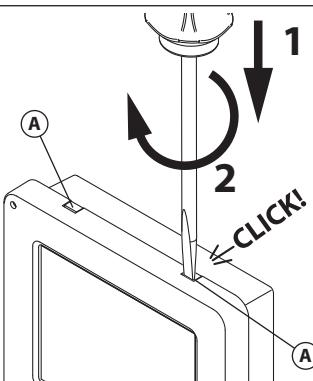

Fig. 3
1. Per installare il videocitofono è necessario aprirlo separando la base dal coperchio che ospita tutta l'elettronica dello stesso: inserire la punta di un giravite piatto da 5,5mm nella clip **A** dopodiché ruotare in senso orario fino a che non si udirà un "CLICK!". Ripetere la stessa operazione con l'altra clip come mostrato in **Fig. 3**.